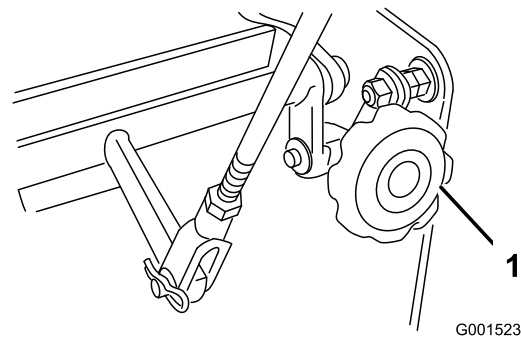

Bild 38
- Wenn die Maschine zu einer Seite spurt, drehen Sie das Schnellspur-Handrad. Drehen Sie das Handrad nach rechts, um nach rechts zu lenken, drehen Sie das Handrad nach links, um nach links zu lenken (**Bild 38**).